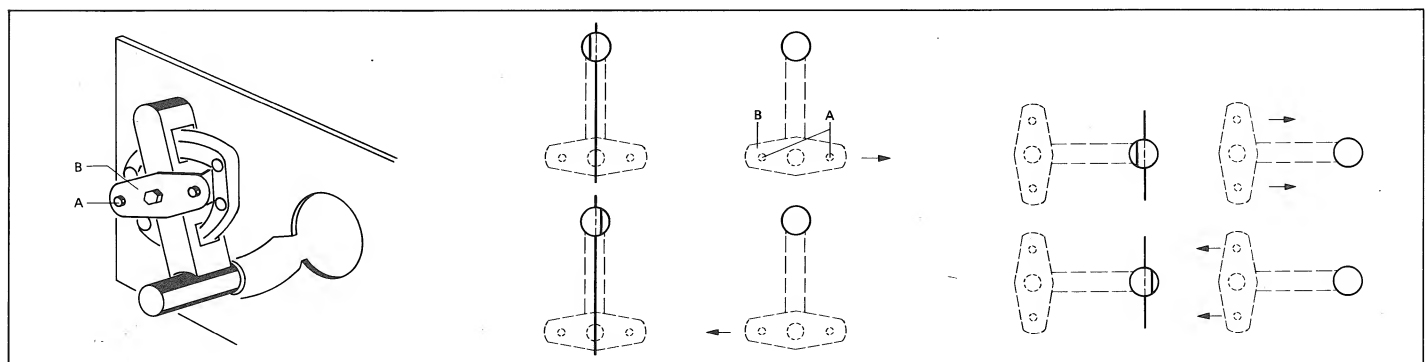

Fig. 4.13
→ fig. 4.13
- Desserrer 2 vis [A] jusqu'à ce que la plaque [B] puisse être déplacée (fig. 4.13).
- Corriger la position de la plaque selon fig. 4.13.